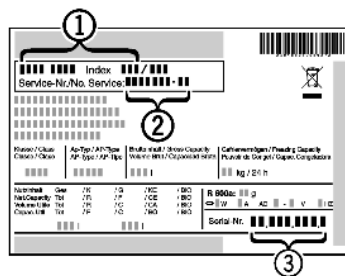

Рис. 8
- ▶ Прочтите наименование устройства Рис. 8 (1), сервисный номер Рис. 8 (2) и серийный номер Рис. 8 (3), указанные на заводской табличке, расположенной внутри устройства слева.
- ▶ Свяжитесь с уполномоченным сервисным центром и сообщите вид неисправности, наименование устройства Рис. 8 (1), сервисный номер Рис. 8 (2) и серийный номер Рис. 8 (3).